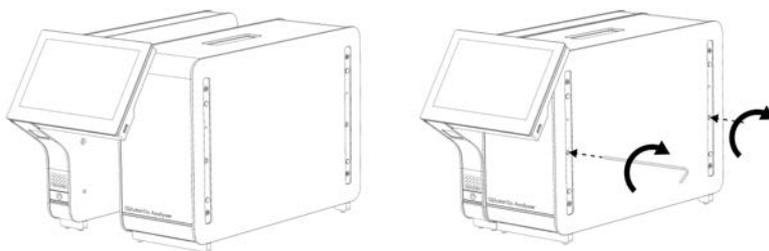

Figure 6. Fixation du module opérationnel au module analytique.
3. Sortez le module opérationnel de sa boîte et fixez-le au côté gauche du module analytique. Serrez les vis avec l'outil de montage du module analytique/opérationnel fourni avec le QIAstat-Dx Analyzer 1.0 (figure 6).